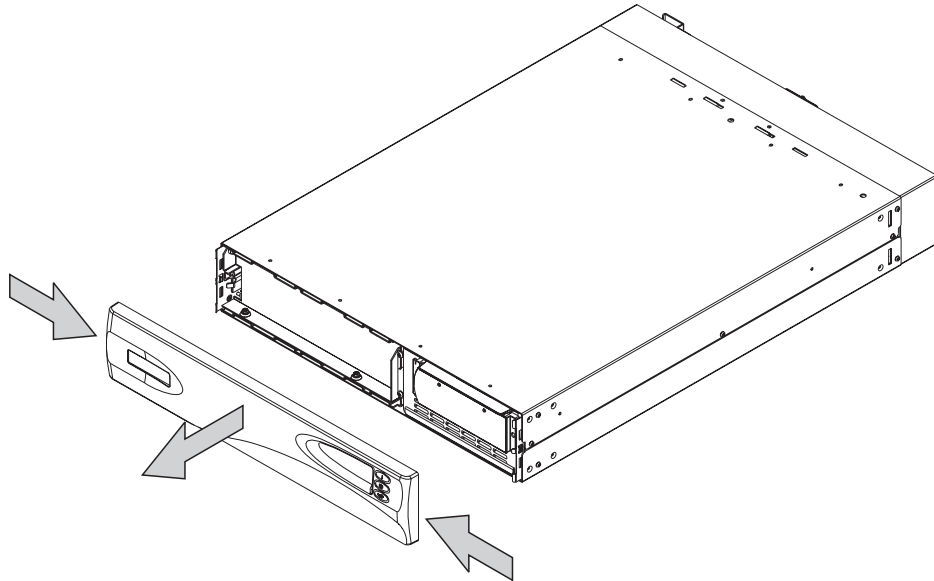

図 301. 2145 無停電電源装置 のフロント・パネルの取り外し
3. 図 301 に示すように、フロント・パネルの両側面を内側に押し、次に両端を手前に引いて、フロント・パネルを取り外します。